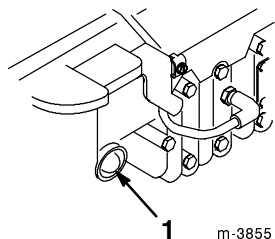

Figure 11
2. Pousser trois fois sur l'amorceur, à 2 secondes d'intervalle (Fig. 11).